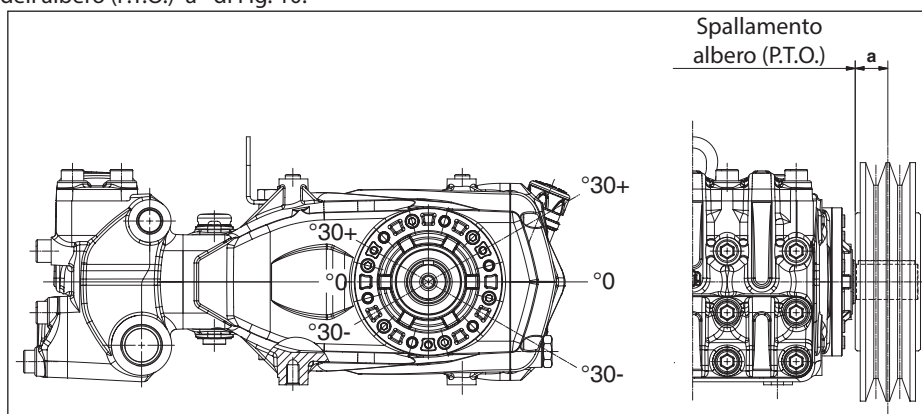

Fig. 10
Il carico radiale sull'albero non deve essere superiore a 4500 N (valore necessario per la definizione del Lay-out). La trasmissione è considerata adeguata se tale carico è applicato ad una distanza massima **a = 50 mm** dallo spallamento dell'albero (P.T.O) come indicato in Fig. 10.
- b) Utilizzare cinghie ad alto rendimento - per esempio **XPB** invece di **SPB** - in quanto risulterà necessaria una quantità inferiore di cinghie a parità di potenza trasmessa ed una conseguente distanza inferiore della risultante rispetto allo spallamento dell'albero (P.T.O.) "a" di Fig. 10.
- e) Seguire la direzione del tiro cinghia come indicato in Fig. 10 per esigenze diverse contattare l'**Ufficio Tecnico** o **Servizio Assistenza Clienti**.